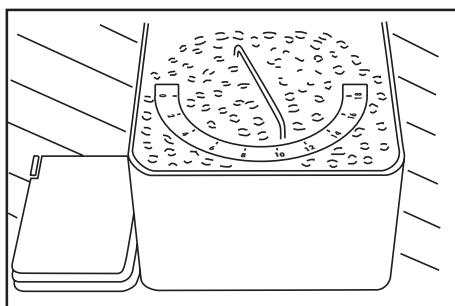

Fig. 8
- Der Mahlgrad wird auf die folgenden Werte eingestellt(Abb.8):